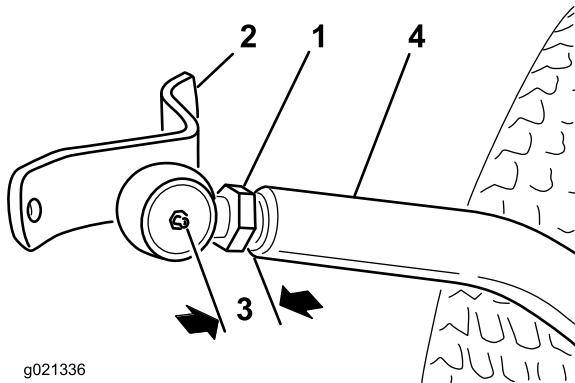

Figura 5
1. Inserite completamente il controdado sul giunto sferico destro (Figura 5).